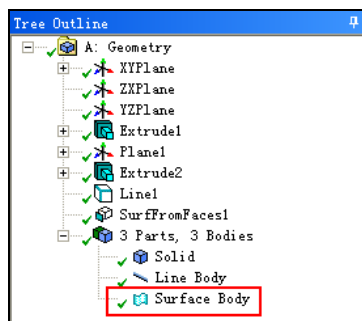

图 2-58 设计树中显示创建的面体
- 步骤 03** 单击 **Generate** (生成) 按钮，生成面体。设计树中的 **SurfFromFaces1** 变为 **Surface Body**，表示面体生成成功。此时设计树中即包含了刚刚创建的面体，如图 2-58 所示。